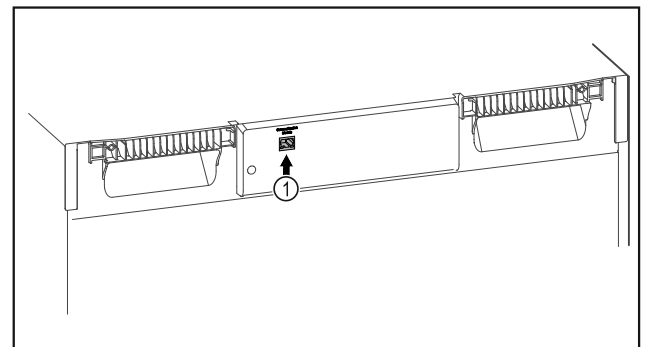

Fig. 108
- SmartModule Fig. 108 (1) je nasadený.